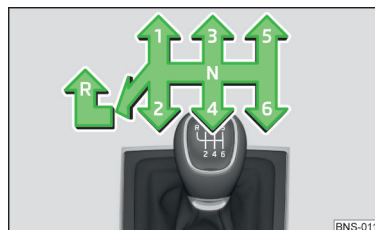

Abb. 256
Auf dem Schalthebel ist das Schaltschema für die einzelnen Gangstellungen dargestellt » Abb. 256.
- › Den Schalthebel nach unten drücken, völlig nach links und dann nach vorn in **R**-Stellung stellen » Abb. 256.